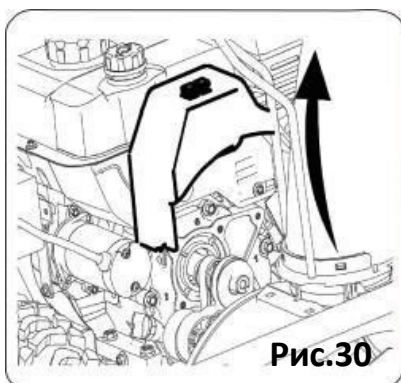

Рис.30
- Снимите крышку ремня на передней части двигателя, сняв два винта см.рис.30.